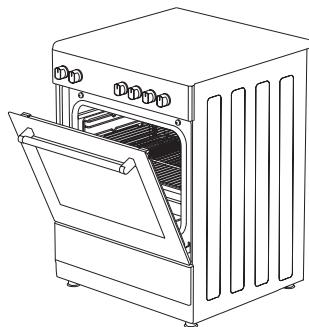

Figura 30
3. Așezați panoul de siguranță sub panoul de control deschizând sticla capacului frontal al cuporului. (Figura 30)